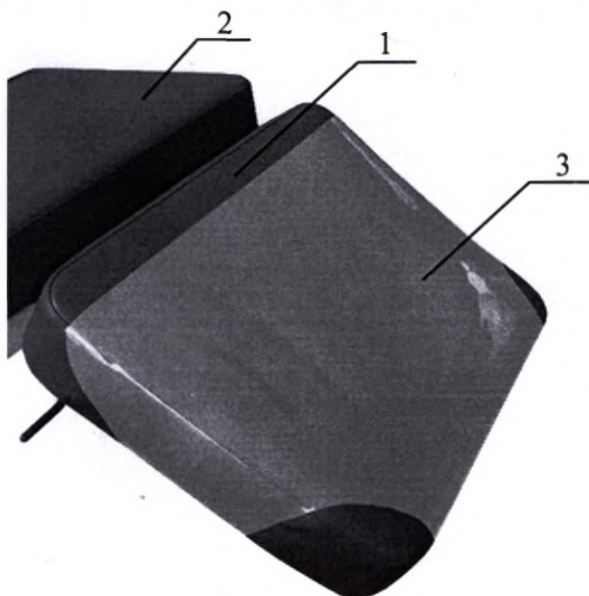

Рисунок 9. Чехол защитный для ножных секций.
10.9 Чехол защитный для ножных секций (Рисунок 9).